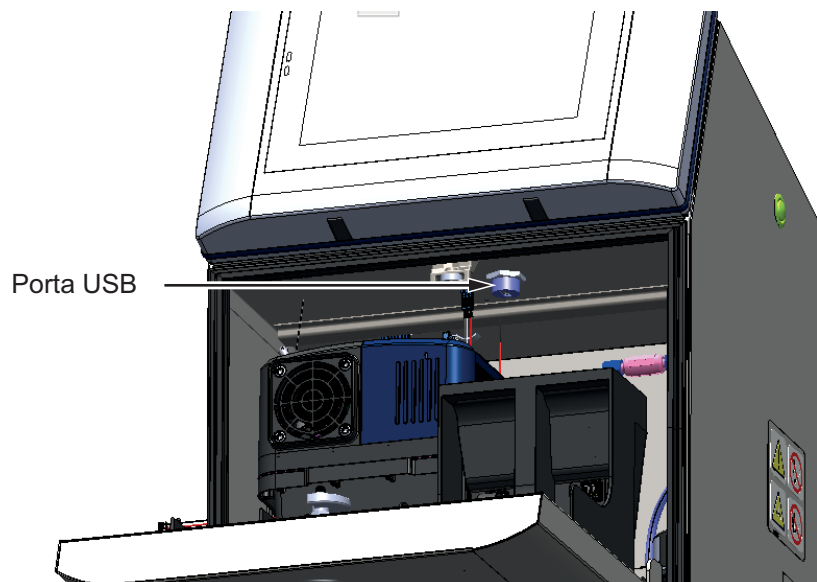

Figura 4-14: Posizione USB
3. Individuare la porta USB nello scomparto elettronica (vedere Figura 4-14) e inserire l'unità USB.